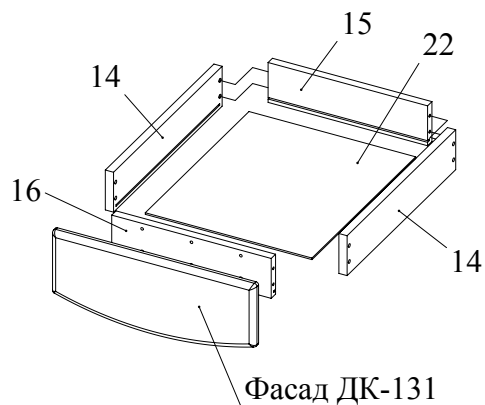

Рис.11
9. Скрепить при помощи конфирматов 7х50 боковины ящика 14 и задник ящика 15. Вставить в паз дно ящика из ДВП. Закрепить конфирматами планку ящика; шурупами 4х25 закрепить фасад ящика ДК-131 (Рис. 11).